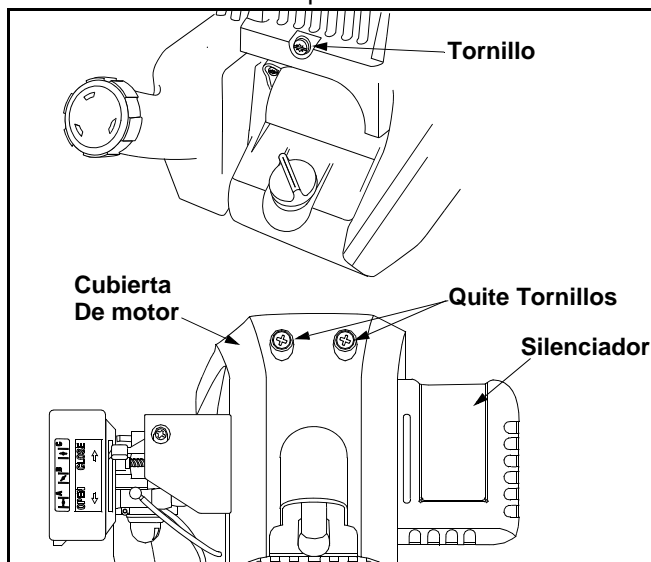

Figura 13
- Quite los dos tornillos sobre la cima de la cubierta de motor con un destornillador phillips. Vea Figura 13.